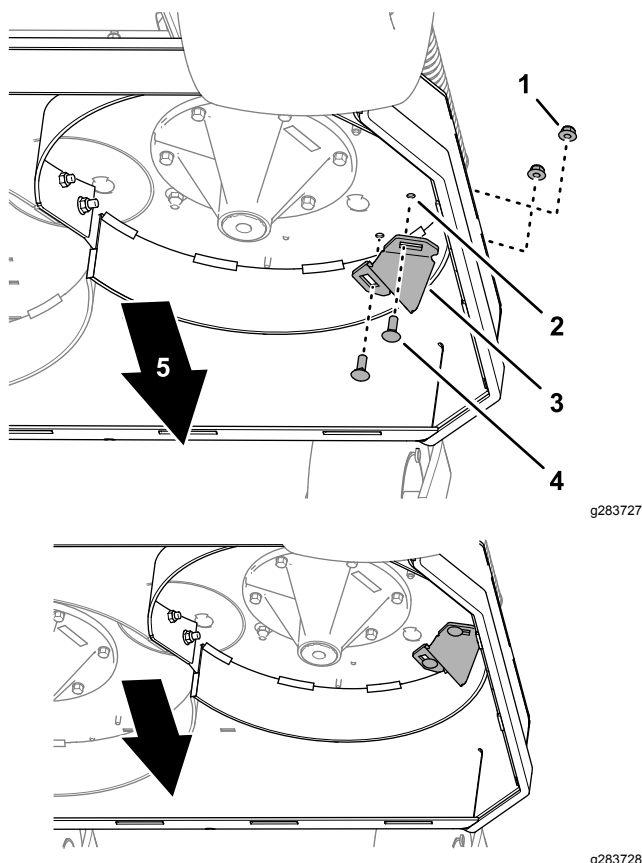

Figura 6
- En el lado izquierdo de la carcasa de corte, alinee las ranuras del golpeador con los 2 taladros de 10 mm que perforó en la carcasa de corte (Figura 6).